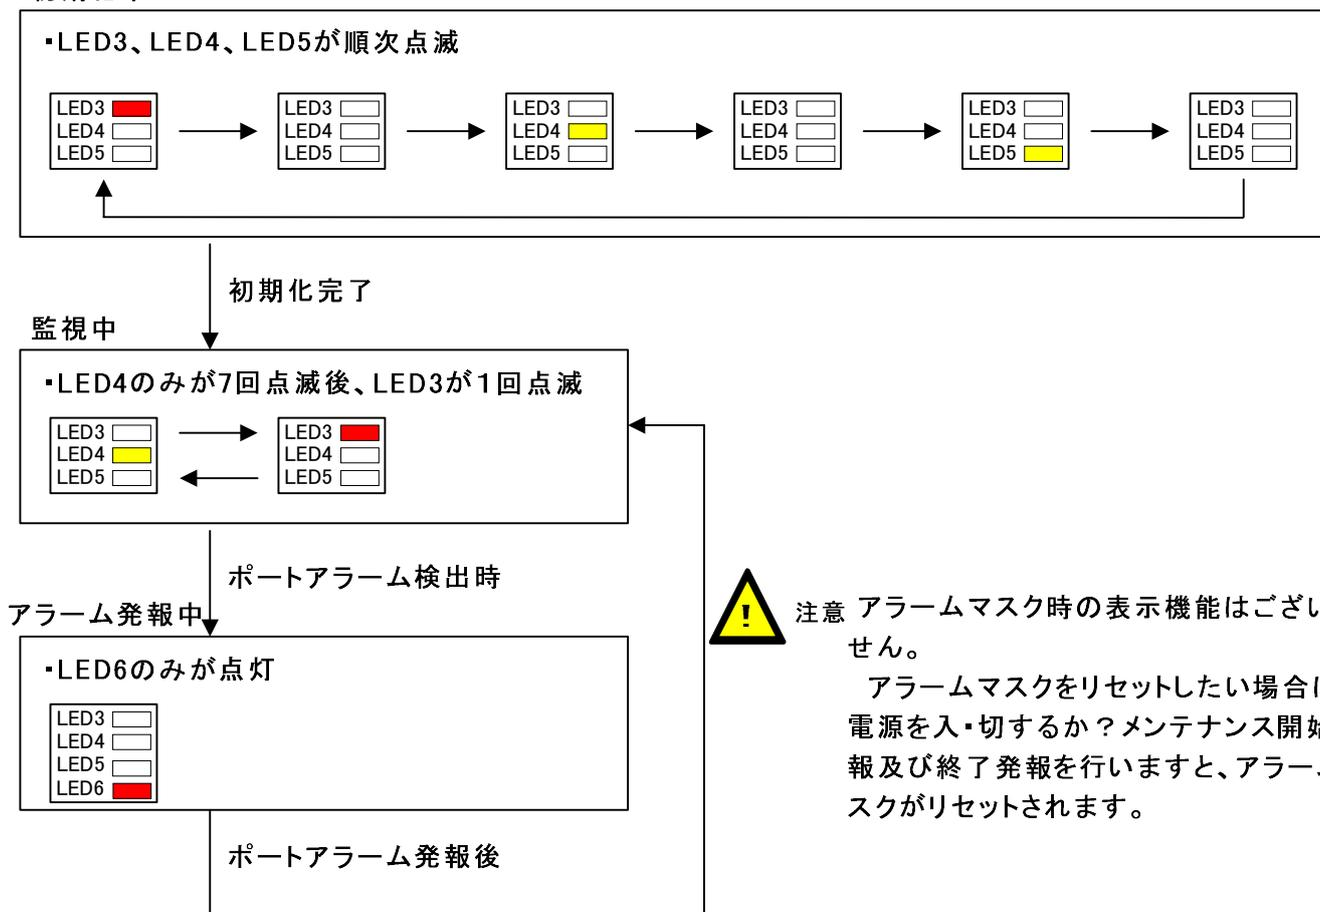

図5.7. 状態LEDの遷移(アラーム発生)
- ① 電源を投入します
- ② 図5.7に示すようにLED3～LED5が点灯し最終的にLED4のみが7回点滅後、LED3が1回点滅すれば準備完了です。(監視中)
- ②-1 初期化中